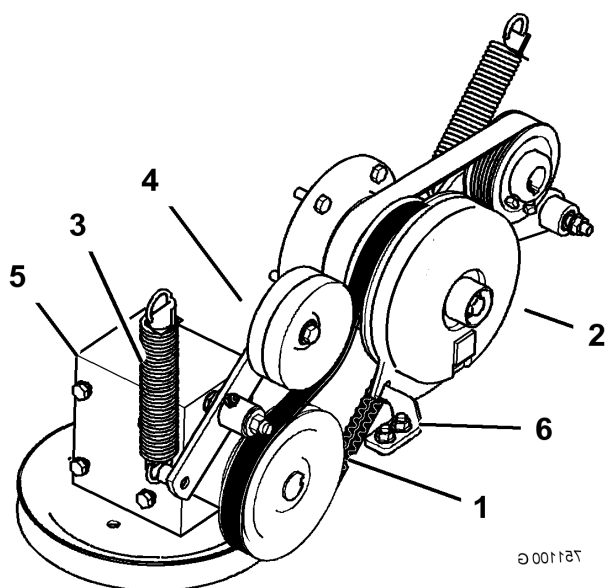

Figura 57
4. Retire el muelle del brazo de la polea tensora (Figura 57).
7. Instale la correa de transmisión de la PTO alrededor de la polea del embrague y la polea de la caja de engranajes (Figura 57).
9. Instale el muelle en el brazo tensor (Figura 57).